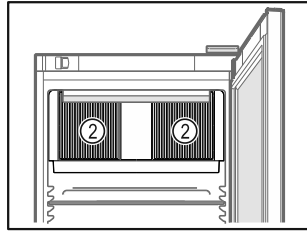

Fig. 61
- Udržiavajte voľné vetracie štrbiny Fig. 61 (2) cirkulačného ventilátora vo vnútornom priestore.